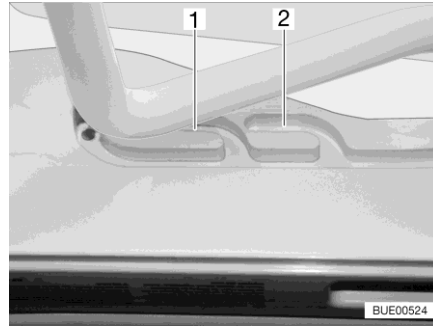
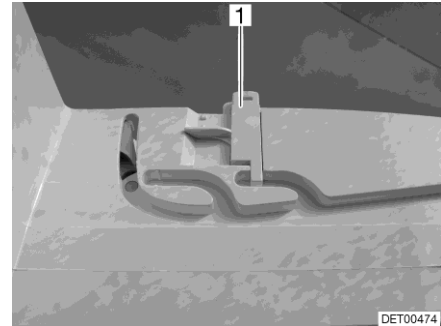

Fig. 33 Guía (posición de ventilación)
Fig. 34 Bloqueo (posición de ventilación)
La claraboya Heki se puede colocar en dos posiciones de ventilación: Posición de mal tiempo (Fig. 33,1) y posición mediana (Fig. 33,2). Según el modelo, la claraboya podrá ser bloqueada en la posición central con los dos pestillos (Fig. 34,1) a la izquierda y la derecha en el marco de la claraboya.
- Presionar el estribo ligeramente hacia arriba y empujarlo en la guía seleccionada (Fig. 33,1 ó 2) y, si fuera necesario, bloquearlo.